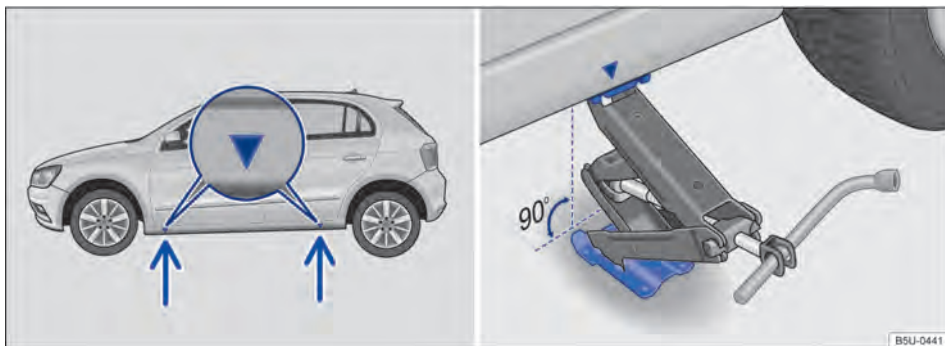

Fig. 211 Pontos de apoio do macaco e macaco posicionado no lado esquerdo traseiro do veículo.
O macaco somente pode ser posicionado nos pontos de apoio indicados (marcação na carroceria) → Fig. 211. É válido o ponto de apoio localizado próximo à roda correspondente → ⚠.
7. Procurar sob o veículo o ponto de apoio do macaco → Fig. 211, mais próximo da roda a ser trocada.
10. Garantir que a base do macaco, com toda sua superfície, esteja sobre o chão e que a base se encontre perpendicularmente abaixo do ponto de colocação → Fig. 211.
11. Alinhar o macaco e, simultaneamente, levantar a garra do macaco até ela se encaixar na travessa debaixo do veículo → Fig. 211.
- Posicionar o macaco somente nos pontos indicados. A garra do macaco deve se encaixar no perfil da longarina de forma segura → Fig. 211.